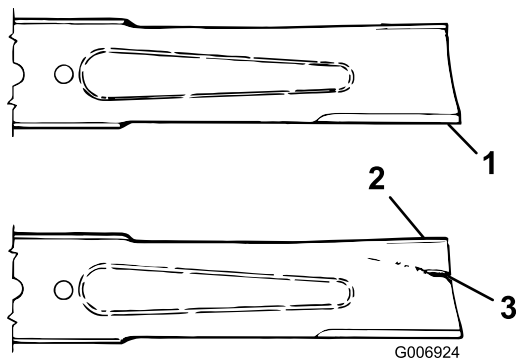

Figure 66
3. Examinez attentivement les tranchants de la lame, particulièrement au point de rencontre des parties plane et relevée (Figure 66).
4. Remplacez la lame si elle est usée (Figure 66) ; voir Entretien du plan de la lame \(page 53\).